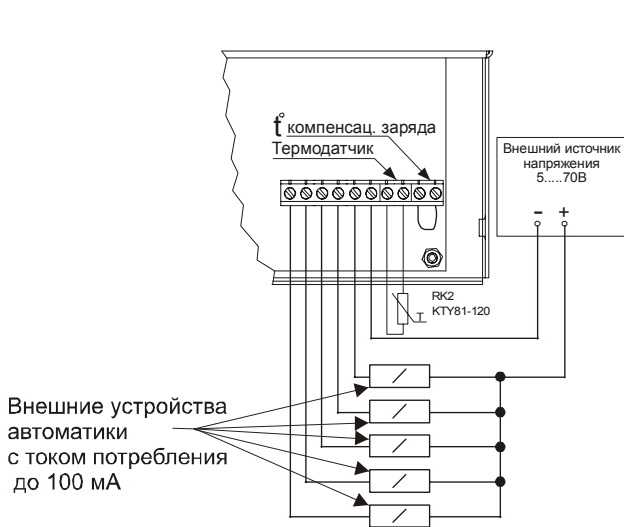
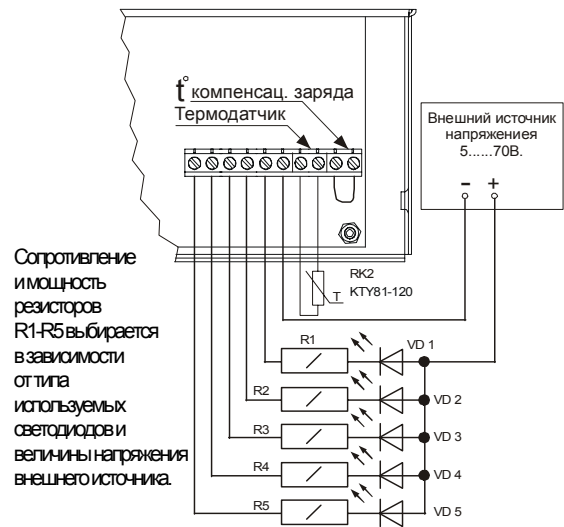

Рис.5
Рис.6
- ◆ Подключите, при необходимости, внешние устройства автоматики рис. 5 (или внешние цепи индикации рис. 6) к выходам типа открытый коллектор «ОК1, ОК2, ОК3, ОК4, ОК5».